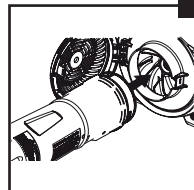

Fig. 06
3. Insira o tubo superior do aspirador na entrada do motor e gire o tubo superior no sentido horário com ambas as mãos até que a aba da trava se coloque em seu lugar (Fig. 06).